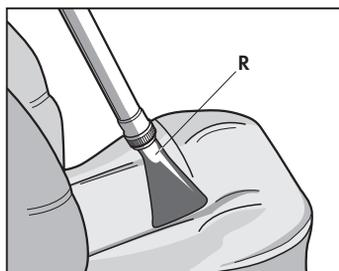

Fig. 21
### **TEXTILES TOOL (R) (Fig. 21)**